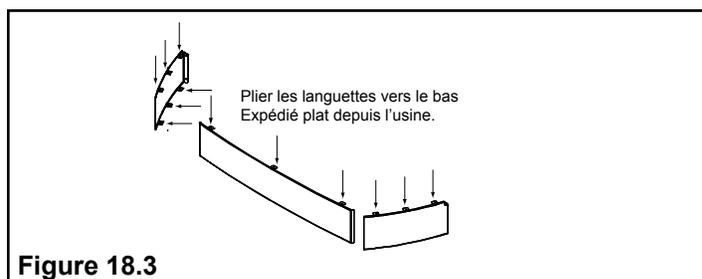

Figure 18.3
**Pièces incluses dans le kit :** (1) fond, (1) garniture avant, (2) garnitures latérales, (2) prolongement de garniture
- Posez la façade et les côtés avec leur face orientée vers le bas. Courbez les languettes vers le bas contre l'intérieur. **Figure 18.3**